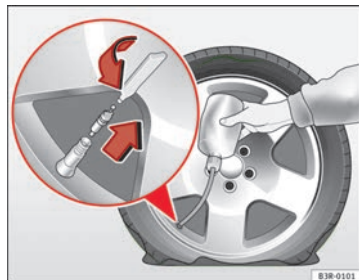

Fig. 184 Efectuar la reparación
- Retire la caperuza de la válvula del neumático y desenrosque el obús de la válvula con el útil que se suministra ⇒ **fig. 184**.